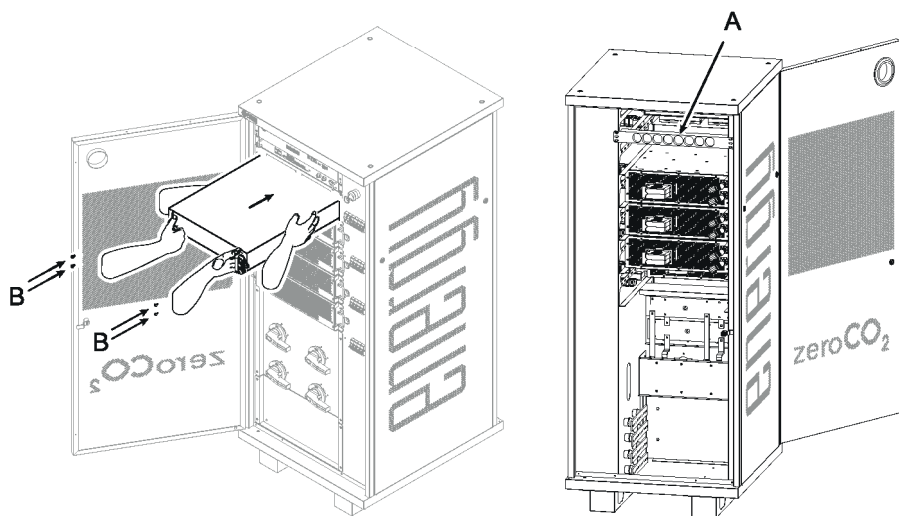

Fig. 7.16 - Sostituzione del modulo UPS
- Inserire il nuovo modulo UPS e ricollegare i cavi di input e output (A, Fig. 7.16) dal retro del rack.
- Fissare con le 4x viti M5 (B, Fig. 7.16) alla parte anteriore del rack.